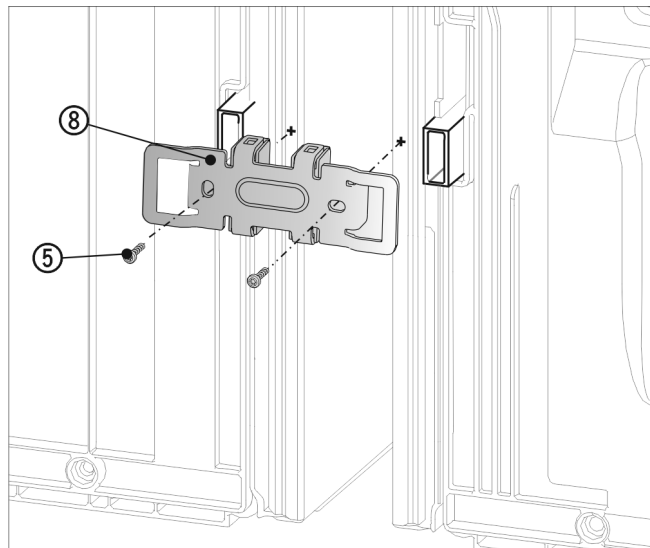

Fig. 24
- ▶ Vuelva a deslizar la escuadra Fig. 24 (8) introduciendo las entalladuras en el alojamiento de los distanciadores de pared.
- ▶ Atorníllela firmemente con los 2 tornillos Fig. 24 (5).